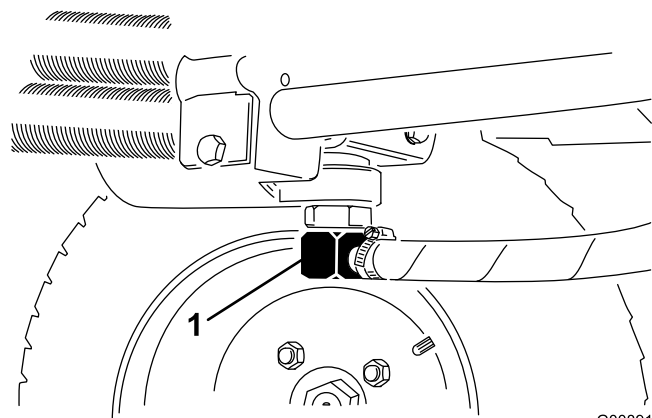
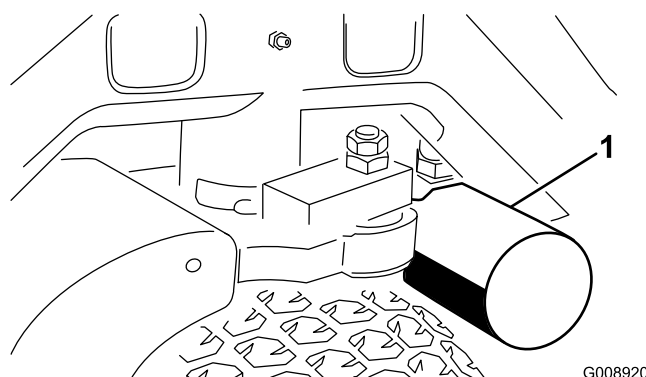

图75
图76
2. 断开液压管线（图75）与油箱的连接或卸掉液压油过滤器（图76），让液压油流入放油盘。
4. 在过滤器（图76）下面放置一个放油盘并拆下过滤器。